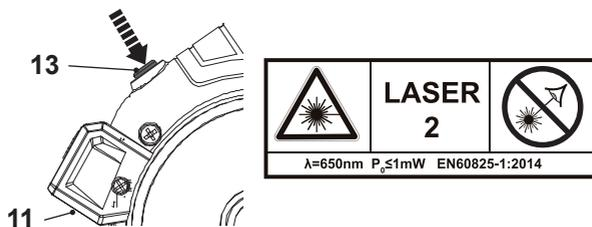

Fig. 9
1. Ligar o laser (11) premindo o botão ligar/desligar para laser (13) (Fig. 9).
2. Desligar o laser (11) premindo novamente o botão de ligar/desligar para laser (13).